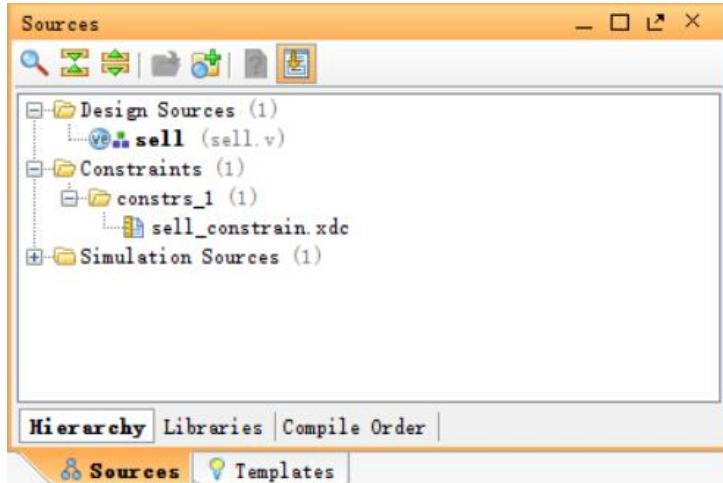

图 3-2-14 展开约束文件 sell_constraint.xdc
(1) 在资源窗口 sources 中，展开约束文件夹，如图 3-2-14，然后双击打开 sell_constraint.xdc 进入文本编辑模式；